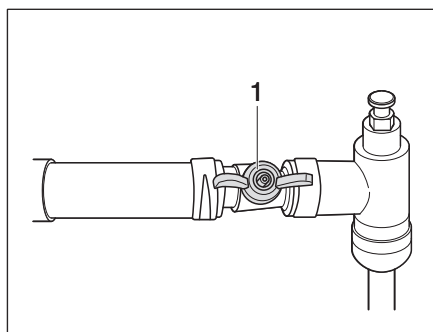

Fig. 328 Grifo de cierre Alde, abierto
- Poner el grifo de cierre (Fig. 328,1) en posición transversal con respecto a la tubería.
- Poner el grifo de cierre (Fig. 328,1) en paralelo a la tubería.